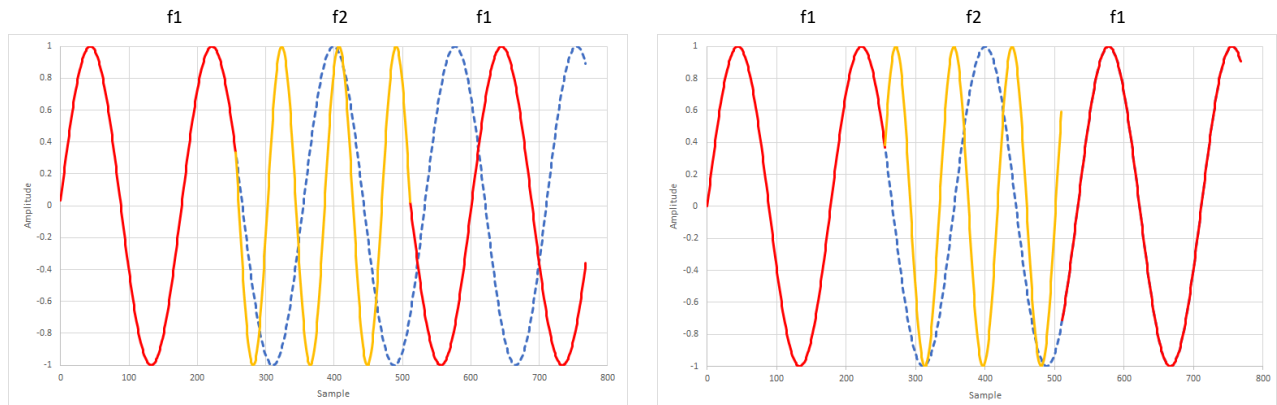

図 8-55. 位相連続 (左) と無限位相コヒーレント (右) NCO 周波数スイッチング
1. 位相連続 NCO: NCO 周波数が変化するには、図 8-55 (左) に示すように、NCO 位相は新しい周波数に徐々に調整されます。「破線」は、元の f_1 周波数の位相を示しています。
2. 無限位相コヒーレント NCO: 位相コヒーレント NCO では、SYSREF を使用して、すべての周波数が 1 つのイベントに同期します。これにより、周波数ホッピングの間で位相コヒーレンシが維持されるため、NCO をリセットする必要なしに、無限回の周波数ホッピングを実現できます。これを図 8-55 (右) に示します。元の周波数 f_1 に戻ると、NCO 位相は NCO が周波数を一度も変えなかったかのように見えます。